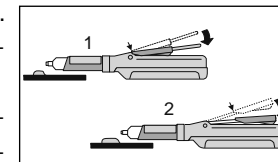

Рис. 5
- 1) Перед першим видавлюванням матеріалу з нового картриджа або якщо картриджем довго не користувалися, спочатку выдавіть невелику кількість паст. Для регулювання кількості матеріалу, що видавлюється, переміщуйте обмежувач вперед або назад (рис. 5).